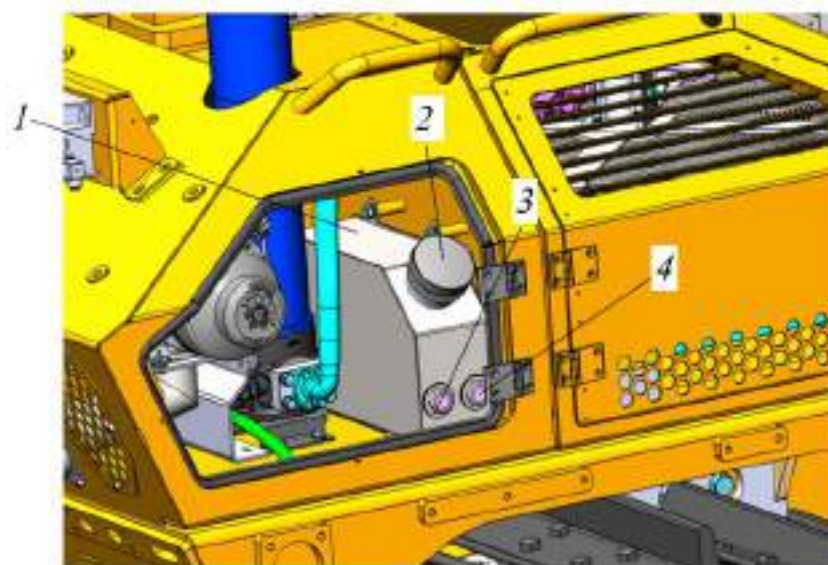

Рисунок 5.152. Проверка уровня масла в системе смазки уплотнения редуктора
Бак 1, рис. 5.152 системы смазки уплотнения редукторов расположен в ящике по правому борту машины. Для проверки наличия масла в баке предусмотрены смотровые окна 3 и 4, см. рис. 5.152.
- Открыть дверцу ящика, расположенного справа по ходу движения машины, см. рис. 5.152.
- ▶ Снять крышку 2 с наливной горловины бака 1, рис. 5.152. Используя воронку, пополнить бак маслом. Дозаправку производить маслом, см. п. 5.2.1 **Заправочные объемы смазочных материалов.**